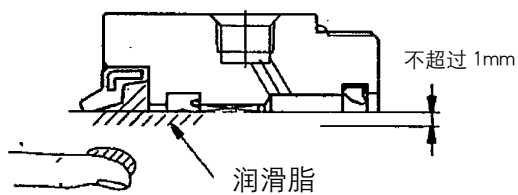

图 8. 活塞杆密封圈
1) 杆密封圈 (图 8)
如图 8 所示在刮尘圈和杆密封圈内周涂抹润滑脂。